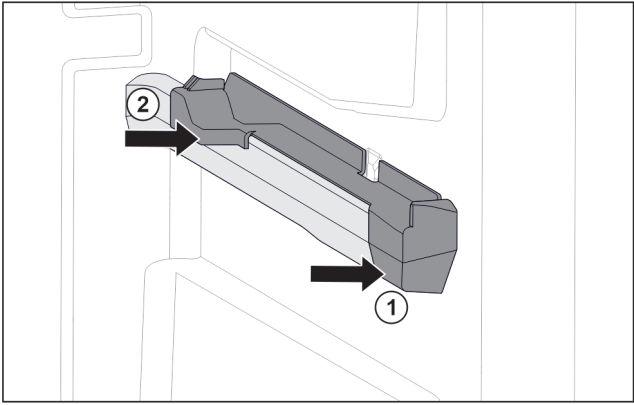

Fig. 131 右侧容器肋梁上的插装件
- ▶ 将插装件前部放到容器肋梁上。 Fig. 131 (1)
- ▶ 压紧插装件后部。 Fig. 131 (2)